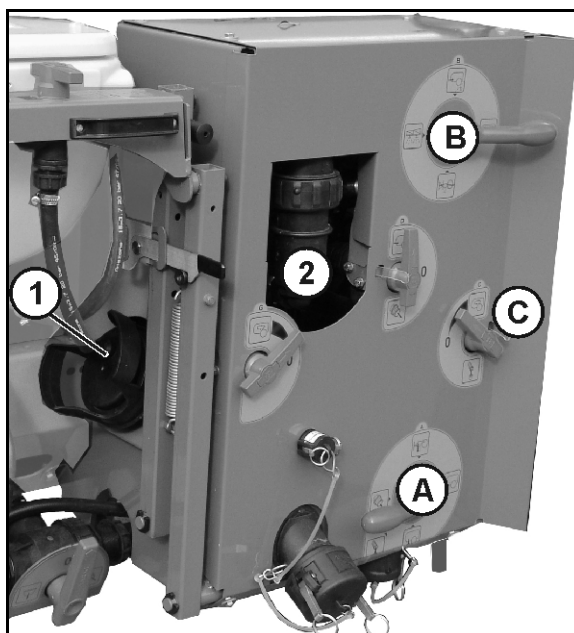
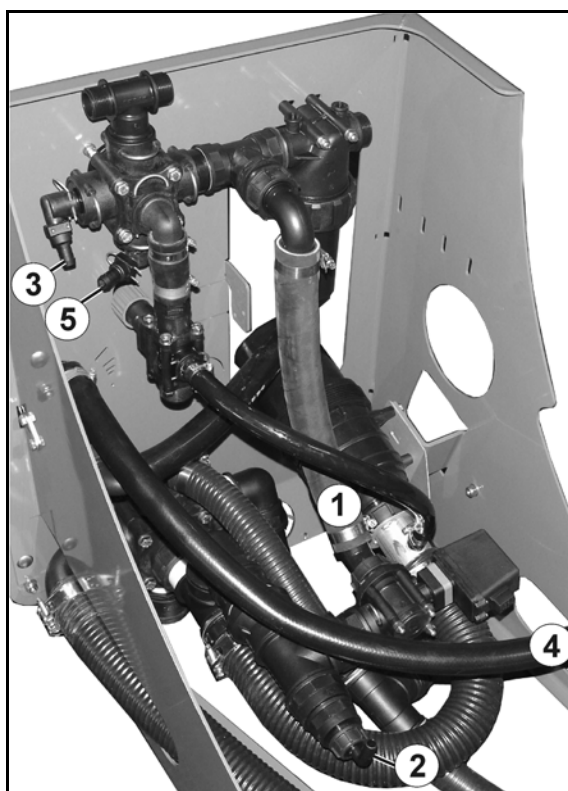

Рис. 139
Рис. 140
2. Снимите и очистите всасывающий фильтр (Рис. 139/1). См. на стр. 193.
- 5.1 Опорожните напорный фильтр (Рис. 139/2) через кран **C**.
- 5.2 Отвинтите шланг мешалки (Рис. 140/4) (начиная от крана **C**) от бака для раствора.
6. Отвинтите подводящий шланг (Рис. 140/1) от регулировочного шланга. Подводящий шланг соединяет переключающий кран VARIO на стороне нагнетания (Рис. 139/**B**) с блоком всасывания.
7. Отверните обратный шланг (Рис. 140/2) секционной арматуры от переключающего крана VARIO на стороне всасывания (Рис. 139/**A**).
9. Снимите шланг внутренней очистки (Рис. 140/3) с переключающего крана VARIO на стороне нагнетания (Рис. 139/**B**).
11. Снимите также шланг наружной очистки, если нет устройства внешней очистки (Рис. 140/5).
15. Несколько раз переключите переключающий кран VARIO на стороне всасывания (Рис. 139/А) и переключающий кран VARIO на стороне нагнетания (Рис. 139/В) во все возможные положения.